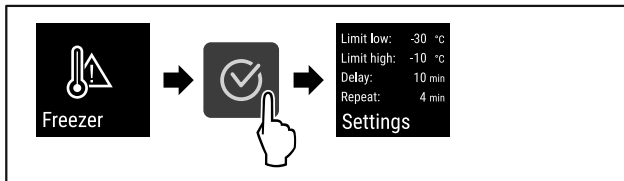

Fig. 102
- ▶ Izvedite zahtevane korake (glejte Fig. 102) .